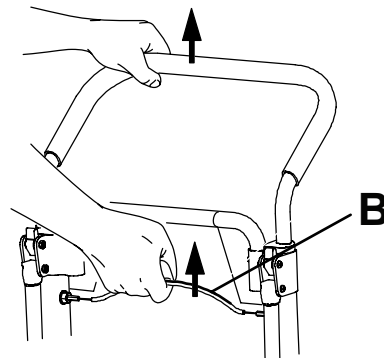

Figura 7 – Cable de liberación del mango de control superior
3. Operador del extremo de la cabeza: Use una mano para tirar del cable rojo de liberación del mango de control superior (B) (Figura 7). Use la otra mano para tirar hacia arriba y extender totalmente el mango. Suelte el cable y asegúrese de que el mango esté bloqueado en ambos lados en la posición totalmente extendida.